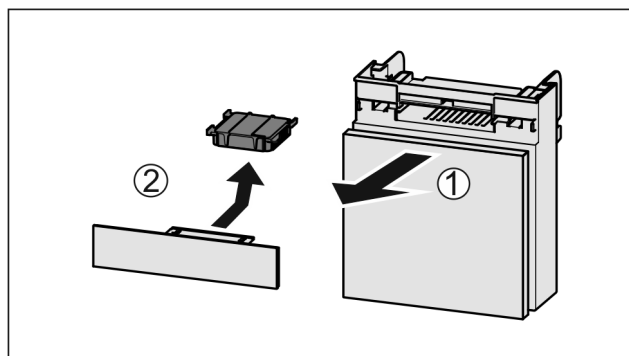

Fig. 72
- ▶ Zásuvku vytáhněte dopředu Fig. 72 (1).
- ▶ Filtr s aktivním uhlím vyjměte Fig. 72 (2).